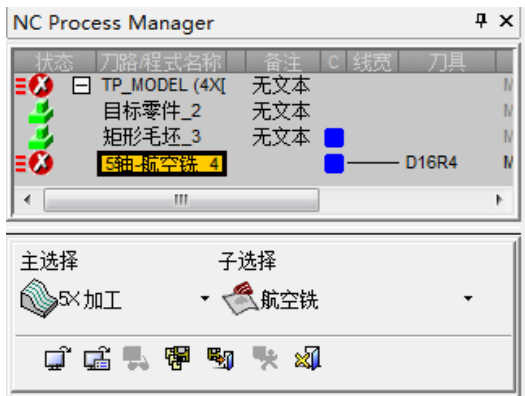

图 4-79 “NC Process Manager”对话框（1）
1) 创建程序。单击“加工向导”工具栏上的“加工程序”按钮，弹出“NC Process Manager”对话框（1），“主选择”为“5X 加工”，“子选择”为“航空铣”，如图 4-79 所示。